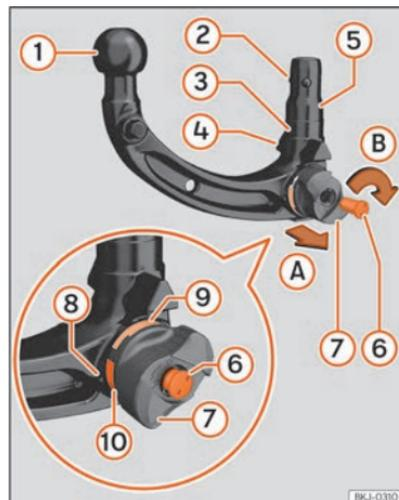

Fig. 153 Cuadro general: enganche desmontable para remolque.
1. Antes de utilizar por primera vez el enganche desmontable para remolque, anote el número que va grabado en la llave »» fig. 153 ⑥ por si fuera necesario hacer un duplicado.
4. Compruebe si el alojamiento, la ruedecilla »» fig. 153 ⑧, el vástago ⑤ y las bolas de bloqueo ② del enganche para remolque están limpios y en buen estado. En caso necesario, límpielos.
- La marca roja »» fig. 153 ⑩ de la ruedecilla apunta hacia la marca verde ⑨ del enganche para remolque.
- La ruedecilla ⑧ queda claramente separada del enganche, por lo menos 4 mm [0,2 in].
- Todas las bolas de bloqueo ② se pueden encajar por completo en el vástago ⑤.
- La llave ⑥ se encuentra dentro de la cerradura, la flecha de la llave mira hacia el símbolo de *cerradura abierta* de la ruedecilla ⑧ y la llave no se puede extraer.
1. Abra la tapa de la cerradura »» fig. 153 ⑦ e introduzca la llave en la cerradura.
2. Gire la llave ⑥ en el sentido contrario al de las agujas del reloj hasta que la flecha de la llave mire hacia el símbolo de *cerradura abierta* de la ruedecilla ⑧.
3. Sujete el enganche para remolque con una mano. Con la otra, extraiga la ruedecilla ⑧ en la dirección A.
4. Gire la ruedecilla extraída ⑧ en la dirección B hasta el tope.
Una vez pretensado el enganche para remolque, no toque más la ruedecilla »» fig. 153 ⑧. Al bloquear el enganche, la ruedecilla se gira a su posición original y puede provocar lesiones »» △.
- La marca verde de la ruedecilla ⑨ apunta hacia arriba.
- El enganche está cerrado con llave y esta ⑥ se puede sacar.
- Ya no queda ninguna rendija entre la ruedecilla ⑧ y el enganche.
3. Gire la llave ⑥ en el sentido de las agujas del reloj para cerrar el enganche.
4. Cierre la tapa de la cerradura ⑦.
- La marca verde de la ruedecilla >>> fig. 153 ⑨ apunta hacia arriba.
- La ruedecilla ⑧ está pegada al enganche y se puede cerrar.
- El enganche está cerrado y la llave ⑥ extraída.
- Ya no se puede tirar lateralmente de la ruedecilla ⑧.
- No utilice nunca el dispositivo de remolque si el diámetro del cabezal esférico >>> fig. 153 ① es inferior a 49 mm [1,9 in] en algún punto.